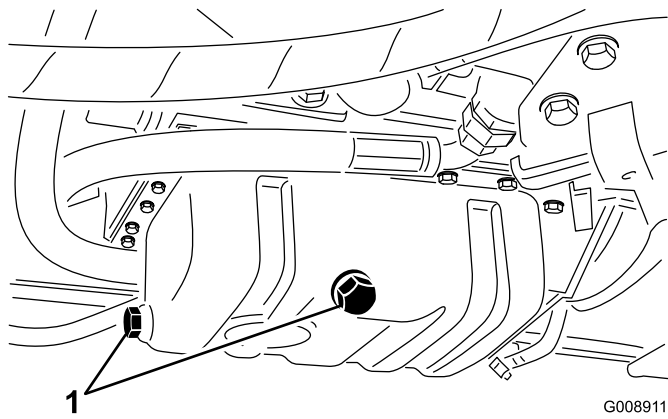

図 53
1. ドレンプラグ(図 53)の片方を外し、排出されるオイルを廃油受け容器に回収する。オイルが抜けたらドレンプラグを取り付ける。